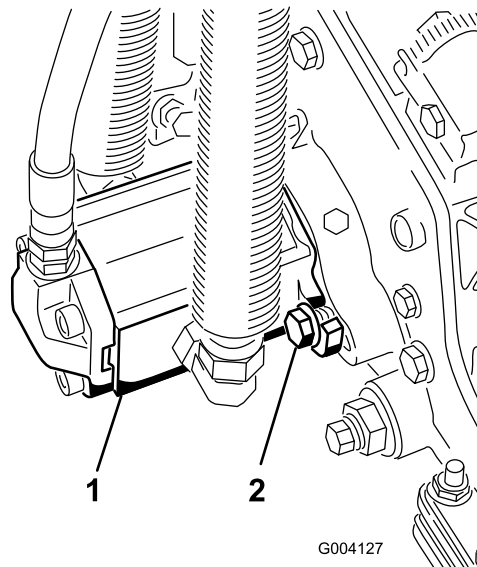

Рисунок 13
- 16. Установите двигатель, повернув его по часовой стрелке так, чтобы фланцы двигателя не закрывали болты (Рисунок 13).